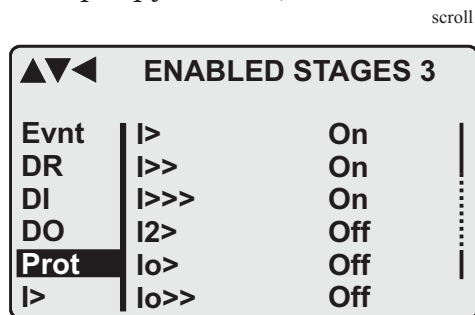

Рисунок 2.2.1-1 Пример индикации прокрутки
1. Используйте в главном меню клавиши со стрелками ВВЕРХ (UP) и ВНИЗ (DOWN).
3. Нажмите клавишу ВВОД (ENTER) для подтверждения выбранного подменю. Если в выбранном подменю более шести пунктов, на правой стороне дисплея появляется черная полоса (Рисунок 2.2.1-1). В этом случае возможна прокрутка подменю.